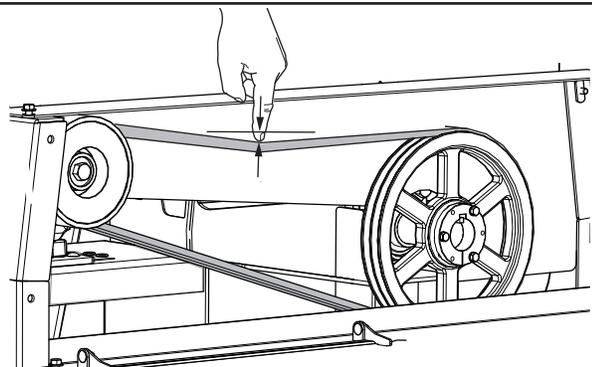

Figure 28 – Vérifiez la tension de la courroie d'entraînement
1. Appuyez sur le centre supérieur de la courroie d'entraînement du rotor et mesurez la distance parcourue. Voir *Figure 28 on page 54*.